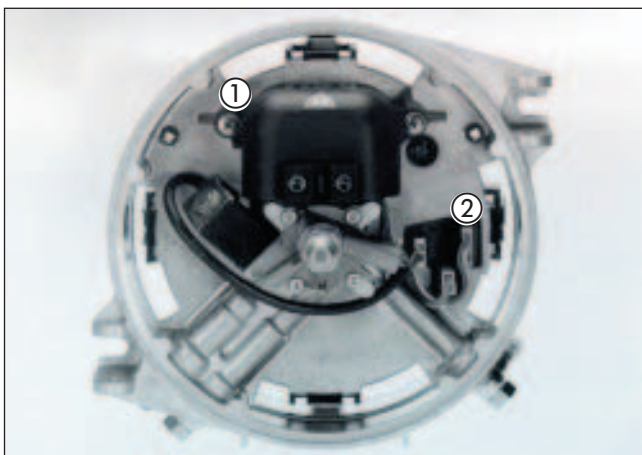

Рис. 8
- Проложите кабельные жгуты, как показано на рис. 8 и 9.